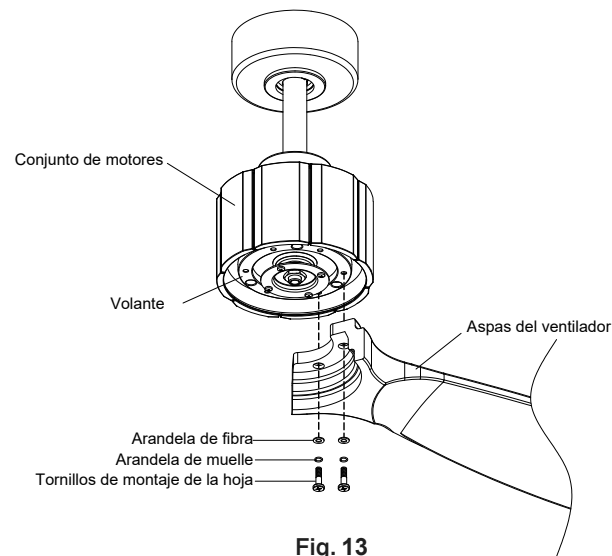

Fig. 13
Paso 1. Fija la pala al conjunto del motor del ventilador usando dos arandelas de fibra, arandelas de muelle y tornillos de montaje de las aspas (**Fig. 13**)
Repite para las aspas del ventilador que quedan. (**Fig. 13**)